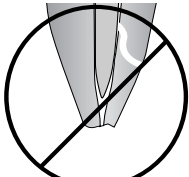

Fig 1
**2.** Montare il punto di gutta percha principale (Si consiglia l'uso di EDS 'Medium Gutta Percha Points. Cat. Non 5000-M per la Tecnica SafeSider) e verificare che sia di lunghezza appropriata. Potrebbe essere necessario tagliare la parte apicale al fine di ottenere la perfetta aderenza apicale indicata da 'tug-back.' Questo processo è rappresentato nelle figure 1, 2 e 3